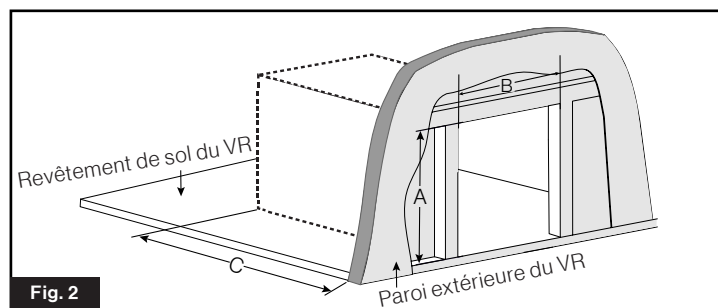

Fig. 2
- Créez une découpe avec les dimensions suivantes A et B de la Fig. 2.
2. L'ouverture peut nécessiter un ajustement pour s'adapter aux exigences d'installation de la Fig. 2. Référez-vous aux instructions d'installation de la porte, pour des consignes d'installation supplémentaires, les exigences et les options pour redimensionner l'ouverture. (Fig. 8)
1. Repérez le point d'entrée de la plomberie pour l'entretien de l'arrière de l'appareil. Assurez-vous que le point d'entrée ne se trouve pas dans la partie inférieure de l'appareil. (Fig. 2)
2. Repérez le point d'entrée du câblage pour l'entretien de l'arrière de l'appareil. Assurez-vous que le point d'entrée ne se trouve pas dans l'espace au sol de l'appareil (Fig. 2). Assurez-vous que tous les bords sont protégés afin d'éviter l'abrasion du fil.
1. Repérez le point d'entrée de la plomberie pour l'entretien de l'arrière de l'appareil. Assurez-vous que le point d'entrée ne se trouve pas dans la partie inférieure de l'appareil (Fig. 2)